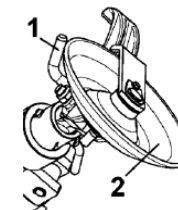

Рис.14А
**Г. МОНТАЖНЫЙ ФИКСАТОР (#1, Рис.14А) ДОЛЖЕН БЫТЬ ПРИМЕНЁН ТОЛЬКО ДЛЯ ИСПОЛЬЗОВАНИЯ МОНТАЖНОГО ДИСКА.**